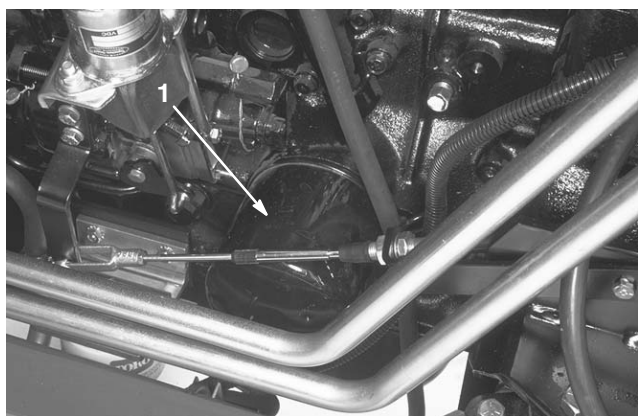

Bild 39
3. Entfernen Sie die Ablassschraube und lassen Sie das Öl in die Auffangwanne ab. Nehmen Sie den Ölfilter heraus und wechseln Sie ihn aus (Bild 39). Die Bestellnummer finden Sie im Ersatzteilkatalog. Schmieren Sie den O-Ring des Filters mit Öl ein und ziehen Sie den Filter mit der Hand fest.